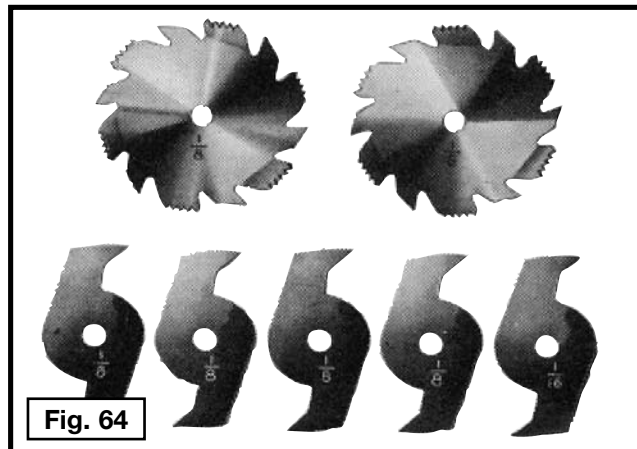
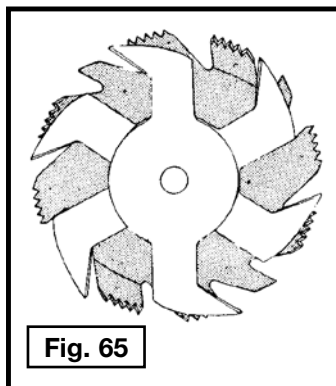

Fig. 64
Fig. 65
Pour renforcer votre sécurité et pour plus de commodité, la jauge à onglet peut être insérée à l'aide d'une planche de repère (C) comme le montre la figure 64, dont la hauteur doit être supérieure à la profondeur de coupe maximale d'au moins 25,4 mm (1 po), et doit dépasser d'au moins 304,8 mm (12 po) d'un côté ou de l'autre, selon la fente de la jauge à onglet qui est utilisée. Cette planche de repère (C) peut être fixée à l'avant de la jauge à onglet en vissant deux vis à bois dans les trous du corps de la jauge à onglet et dans la planche de repère.
Le rainurage consiste à couper une feuillure ou une rainure large dans l'ouvrage. La plupart des ensembles à rainurer sont constitués de deux scies externes et de quatre ou cinq couteaux internes (Fig. 64). De nombreuses combinaisons de scies et couteaux sont utilisées pour couper des rainures de 3,18 mm (1/8 po) à 20,63 mm (13/16 po) pour des étagères, pour réaliser des assemblages, tenonnage simple et double, rainurage simple et double, etc. Les couteaux sont très estampés et doivent être placés de façon à ce que les dents ne se frappent pas en cours de rotation. La partie estampée des couteaux devrait se trouver au niveau des dents des scies externes, fig. 65. La figure 66 montre la superposition de la scie et du couteau; (A) est la scie externe, (B) est un couteau interne, et (C) est un joint en papier utilisé si besoin pour contrôler la largeur exacte de la rainure. Une rainure de 6,35 mm (1/4 po) est coupée à l'aide des deux scies externes. Les dents des scies doivent être positionnées de façon à ce que le rabot de l'une des scies se trouve à côté de la dent coupante de l'autre scie.